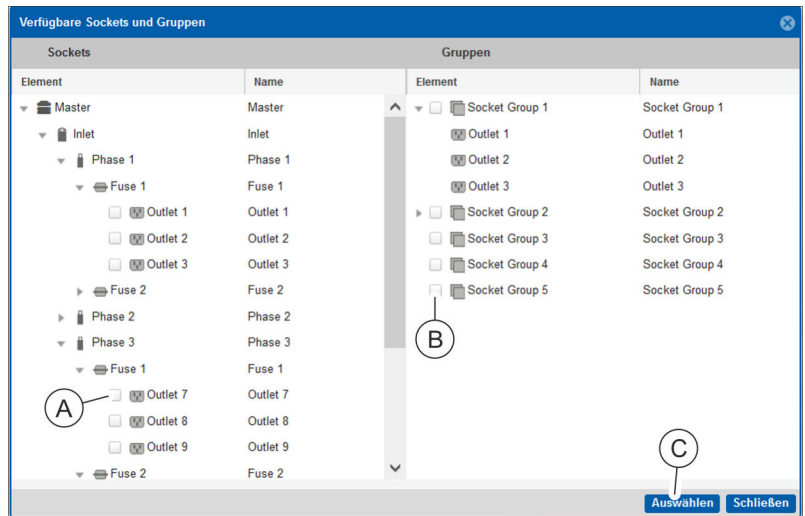

Abb. 127: Verfügbare Sockets und Gruppen
- ⇒ Das Fenster „Verfügbare Sockets und Gruppen“ (Abb. 127) öffnet sich.
13. Gewünschten Socket (Abb. 127/ⓐ) oder Socketgruppe auswählen (Abb. 127/ⓑ) und die Auswahl über die Schaltfläche „Auswählen“ (Abb. 127/ⓒ) übernehmen.